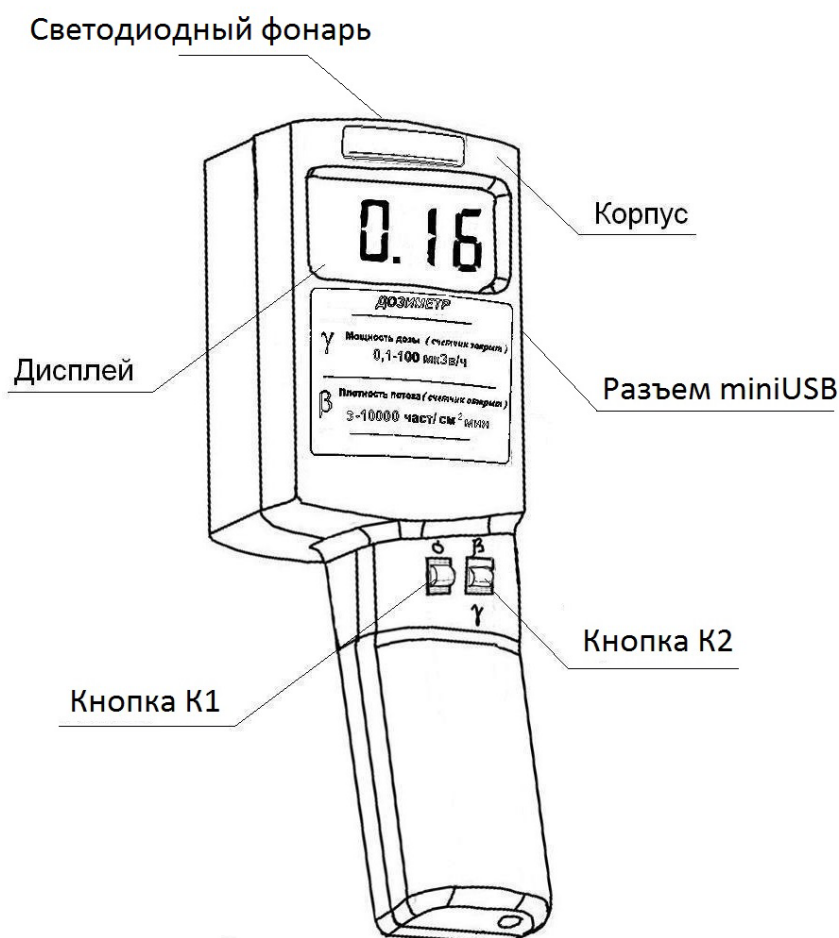

Рисунок 1 – Общий вид дозиметра
На корпусе дозиметра (рисунок 1) расположены:
2.2.1 Для того чтобы включить дозиметр, необходимо нажать и удерживать в течение 5 с кнопку K1 (рисунок 1). Если включения не произошло, нужно произвести зарядку аккумулятора в соответствии с п.2.2.2. После включения дозиметр начинает процесс измерения и первый оценочный результат появится в течение 2..3 сек.